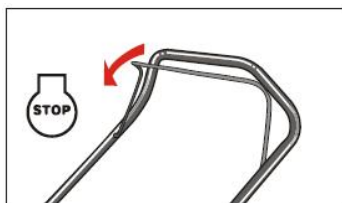

Fig. 13
1. Relâchez le levier de frein pour arrêter le moteur et la lame. (Fig. 13)